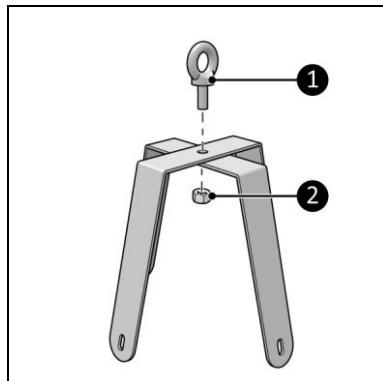

Figure 4
- Vissez et serrez les deux supports ensemble avec l'œillet de suspension (figure 4, pos. 1) et l'écrou (figure 4, pos. 2).